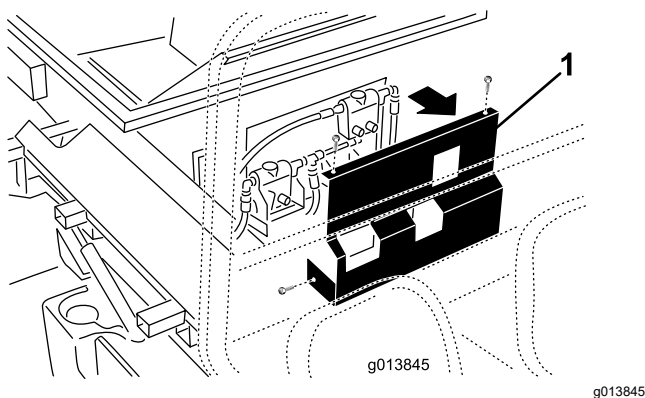

Figura 13
10. Nella versione SH (Modello 44701), rimuovete i dispositivi di fissaggio che fissano il coperchio alla parte anteriore della macchina e mettete da parte il coperchio (Figura 13).